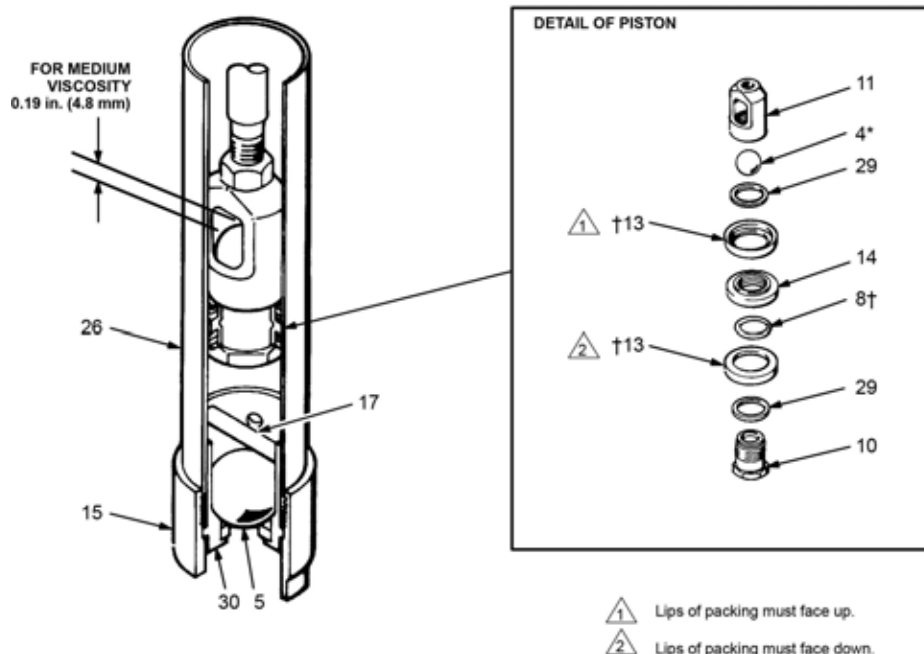

FIG. 5
2. Skruva av intagsventilhuset (16). Ta bort ventilsåtet (30), stiftet (17) och kulan (5). Se bild 5.
5. Skruva loss kopplingsmuttern (25) och tryck kolvenheten genom cylinderns botten.
6. Håll fast kolvhuset (11) med en skruvnyckel och skruva ut kolvsätet (10) ur huset.
8. Montera en bricka (29), tätning (13†), O-ring (8†), distans (14), tätning (13†) och bricka (29) på kolvsätet (10). Se kolvdetaljen i fig. 5 för korrekt riktning för delarna.
9. Placera kulan (4) på kolvsätet (10) och skruva fast såtet ordentligt i kolvhuset (11).
10. Kontrollera kolvkulans rörelse. Avståndet ska vara 4,8 mm (0,19 tum) för vätska med medelhög viskositet. Se bild 5. Se även **Justering av backventil**, sidan 11.